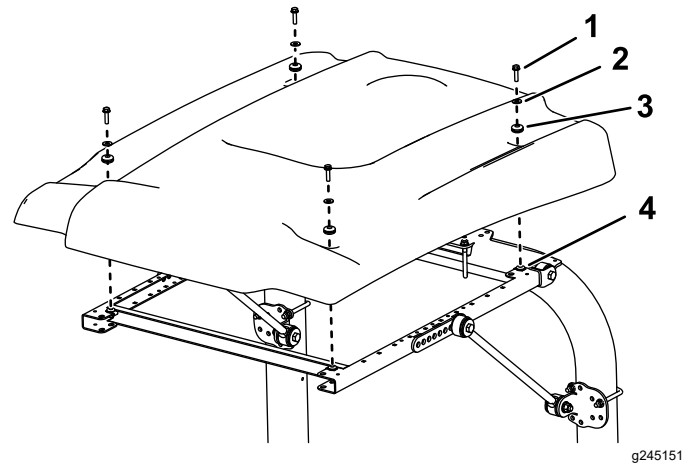

Bild 6
10. Positionieren Sie das Sonnendach beim Ausfluchten der Befestigungslöcher am Rahmen wie in Bild 6 abgebildet.
11. Befestigen Sie jede Ecke des Sonnendachs mit einer Bundkopfschraube (5/16" x 1 1/4"), einer kleinen Scheiben und einer Scheibe lose am Rahmen (Bild 6).